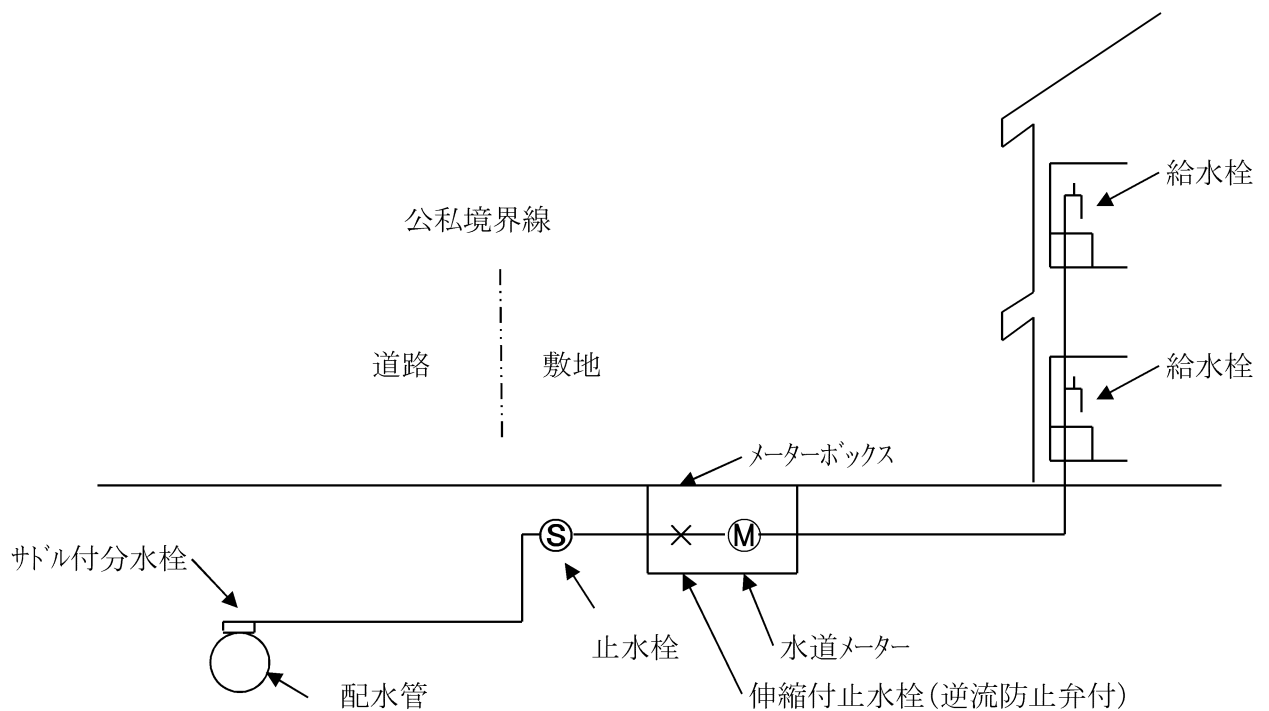

図 3.2.1 直結式の一般図
(1) 配水管の水量、水圧により給水装置の末端給水栓まで給水する方式である。(図3.2.1)
(2) 直結式の採用条件